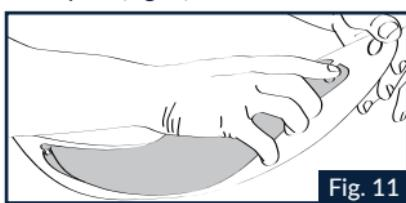

Fig. 11
1.5 Étendre l'écran et emboîter le deuxième côté du petit écran interne PINLOCK® dans l'autre pivot (Fig.11).